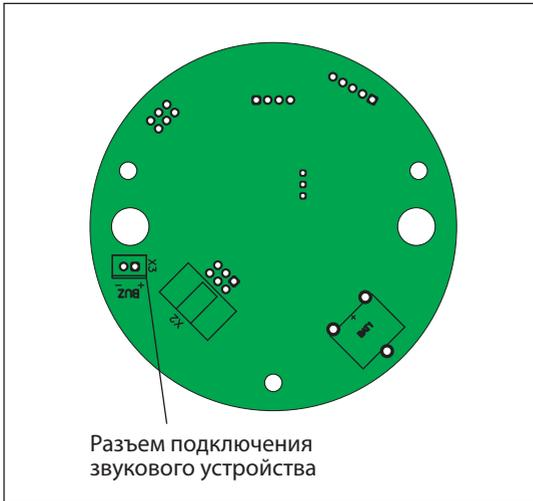

Рис.14. Расположение разъема подключения звуко-сигнального устройства на процессорном модуле
11. При необходимости подключите внешнее звуковое устройство к разъему на процессорном модуле (рис.14).